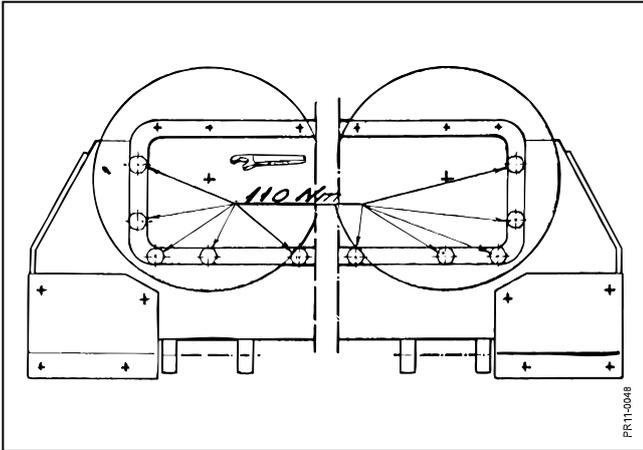

Fig. 5-4
- Fig. 5-4** Pour éviter des vibrations néfastes, la barre doit être serrée très fort. 110 Nm (11 Kpm). Contrôler régulièrement les boulons à l'extrémité de la barre.